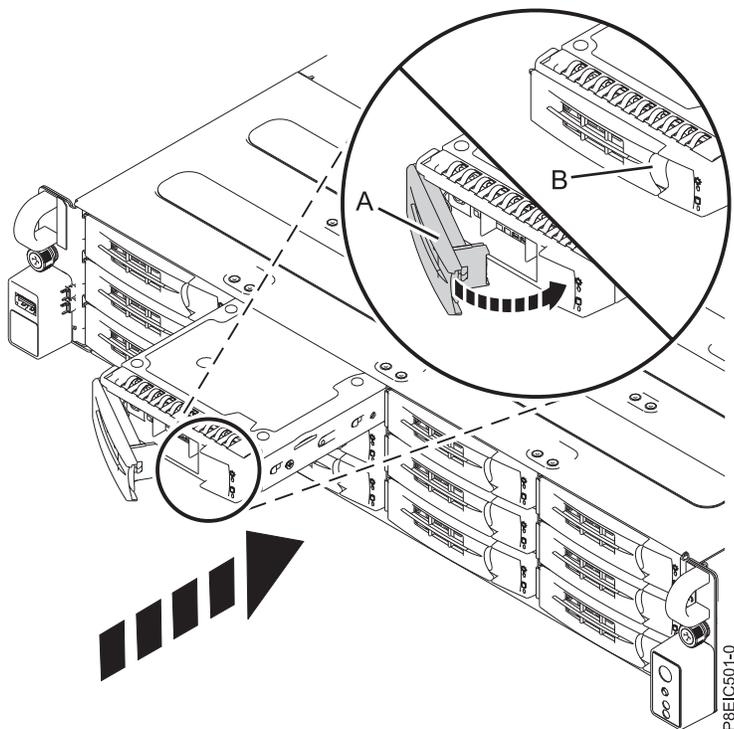

Figura 61. Travando a alça da bandeja de unidade
3. Segure a bandeja da unidade pela parte inferior à medida que você posicionar a bandeja da unidade. Deslize a bandeja da unidade por todo o caminho até o sistema. Empurre a bandeja de unidade para dentro até que a alça da bandeja de unidade (A) comece a fechar, em seguida, empurre a alça até que ela trave, conforme mostrado em Figura 61.